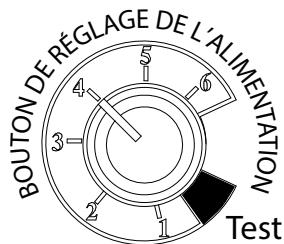
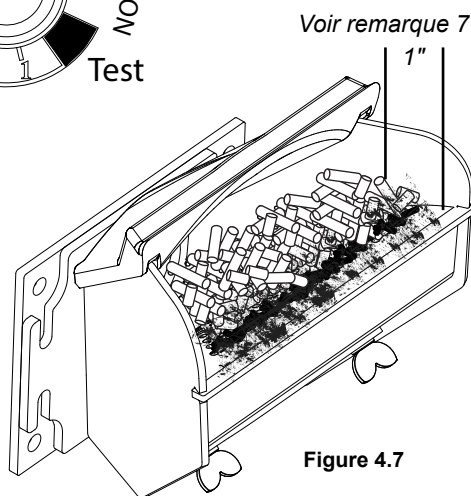

Figure 4.6
Figure 4.7
4. Réglez le débit d'alimentation. S'il s'agit du premier feu ou si vous voulez essayer plusieurs sortes de granulés, mettez le bouton de réglage de l'alimentation sur 4 (voir figure 4.6). Cette valeur vous donne une marge de sécurité et il vous faudra probablement l'augmenter par la suite. Lorsque vous avez trouvé un réglage qui va bien, utilisez-le. N'oubliez pas que si le débit d'alimentation est trop élevé, vous risquez de gaspiller du combustible.
7. Réglez le bouton de réglage de l'alimentation de façon à obtenir une combustion maximale: Avec le bouton de réglage de l'allumeur sur «AUTO», placez le sélecteur de mode sur «Stove Temp» et mettez le ventilateur sur «H». Mettez le bouton de réglage de la température sur 7. Laissez le poêle fonctionner environ 30 minutes, puis vérifiez les cendres à l'avant du pot de combustion. Figure 4.7. Si la longueur du lit de cendres est supérieure à 2,5 cm (1"), augmentez le réglage de l'alimentation de 4 à 5. Laissez brûler 30 minutes de plus et vérifiez de nouveau. Si vous n'arrivez pas à obtenir un lit de cendres de moins de 2,5 cm (1") sur la position 6, ce n'est pas un problème. Le lit de cendres de 2,5 cm (1") est obtenu au taux de combustion maximal; vous obtiendrez un lit plus épais avec la plupart des réglages normaux.
Une forte puissance est déterminée par le réglage de l'alimentation. Ce réglage, généralement sur 4, peut être augmenté si des taux de combustion supérieurs sont nécessaires (Figure 4.6). Le taux de combustion maximum du poêle ne doit pas créer moins de 2,5 cm (1") de cendres à l'avant du pot de combustion (figure 4.7). L'excès d'alimentation n'est pas une question de sécurité, mais de gaspillage, car des granulés non brûlés pourraient tomber dans le bac à cendres.
Ce mode permet un allumage automatique au démarrage uniquement. Le poêle peut ensuite être réglé à n'importe quel réglage souhaité. La puissance calorifique et la consommation en combustible resteront constantes, quelle que soit la température de la pièce. Le débit d'alimentation maximum du poêle ne doit pas créer moins de 2,5 cm (1") de cendres à l'avant du pot de combustion Figure 4.7.